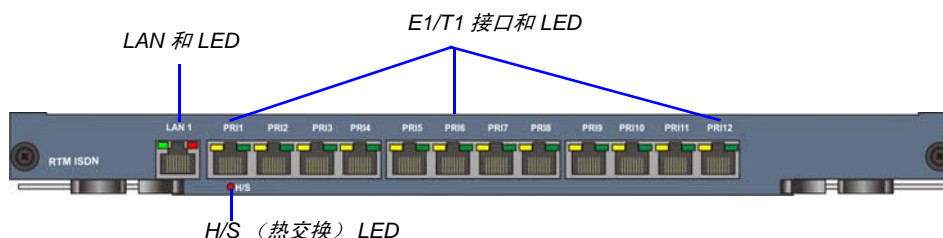

图 1-12 RMX 4000 RTM ISDN 后面板布局
- 7 根 E1 或 9 根 T1 PRI 线路可以插入任何 12 个接口中，如图 1-12 中所示。